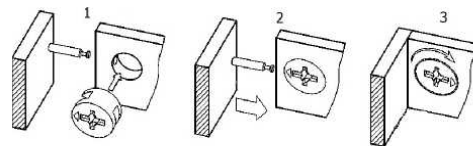
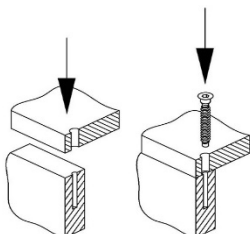
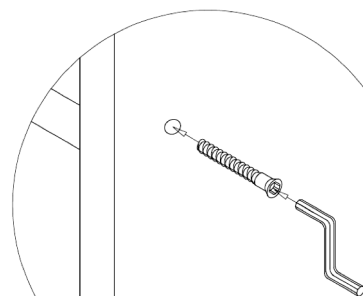

Рис. 4 - Соединение эксцентриковой стяжкой
Рис. 5 –Установка винтов-конфирматов
Рис. 6 – Соединение винтом-конфирматом
- Соедините щиты жесткости (8 – 1042 мм, 9- 517мм) и бруски жесткости (10 –1042 мм) с перегородками (6,7) завернув эксцентрики (Рис.4).
- В сквозные отверстия $\varnothing 8$ мм пластей крышки (5), нижнего щита (2) вставьте конфирматы и соедините с перегородками (6,7), (Рис.5), закрутив их ключом для конфирматов (Рис.6).
- К нижнему щиту (2), крышке (5), щиту жесткости (8– 1042 мм, 9- 517мм), бруску жесткости (10 – 1042 мм), присоедините боковые стенки (3,4) на шканты, завернув эксцентрики (Рис.4) и конфирматы (Рис.5).